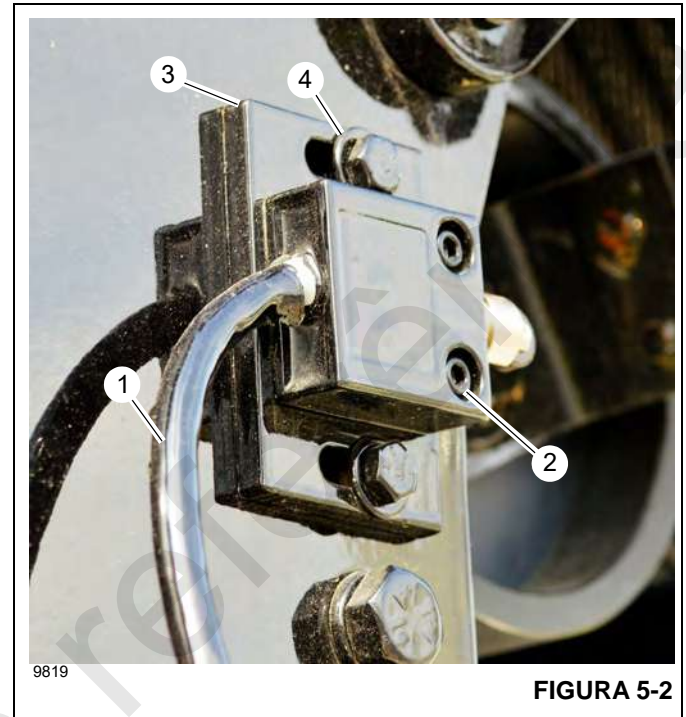

FIGURA 5-2
O Indicador de 3ª volta está integrado no sistema RCL. O conjunto do Indicador de 3ª volta (Figura 5-2) está localizado no lado esquerdo do suporte do rolamento do guincho do guindaste. O indicador de 3ª volta é programado para notifi-
1. Desconecte o cabo do indicador de 3ª volta (1, Figura 5-2) do conector do indicador de 3ª volta localizado dentro da estrutura do guincho.
2. Remova os parafusos (2) e remova o conjunto do indicador de 3ª volta da placa (3).
3. Remova os parafusos e arruelas (4) e remova a placa do indicador de 3ª volta (3) do guincho.